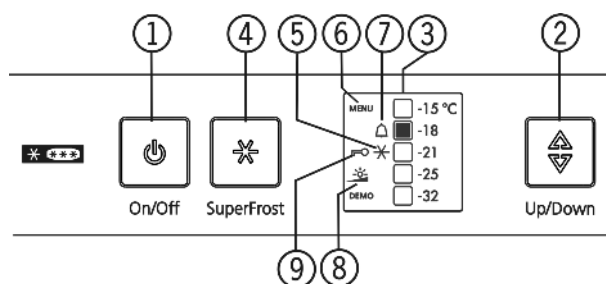

Fig. 3
- Symbol SuperFrost Fig. 3 (5) bliká spolu s indikátorom teploty.